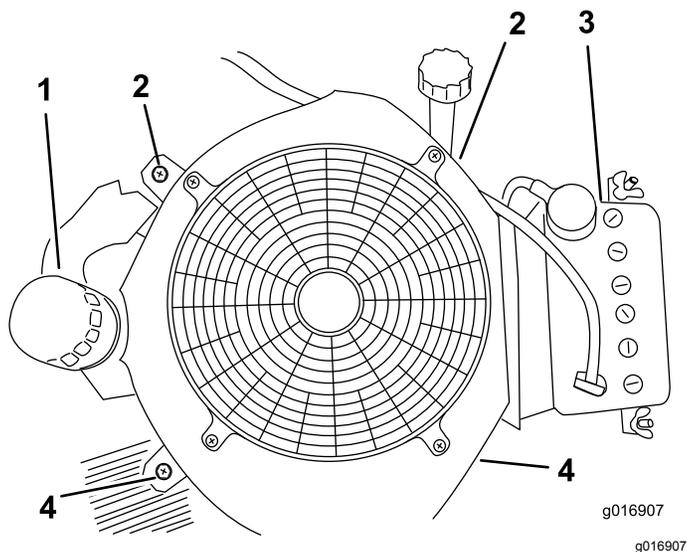

Figura 73
6. Retire los dos tornillos de los lados derecho e izquierdo de la carcasa del ventilador de refrigeración (Figura 73).